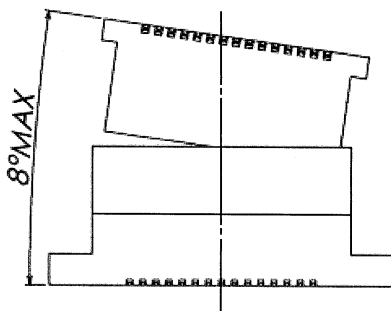
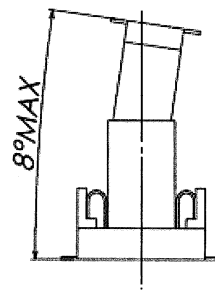

図1/Fig.1
図2/Fig.2
- 誘い込み時の角度は図1~図2になりますので、記載角度以下で位置決めをして下さい。
/Figure 1 and 2 show guiding angle. Please locate it below the described angle. (誘い込み時の角度とは最初の位置決め角度であり、嵌合可能な角度ではありません。)